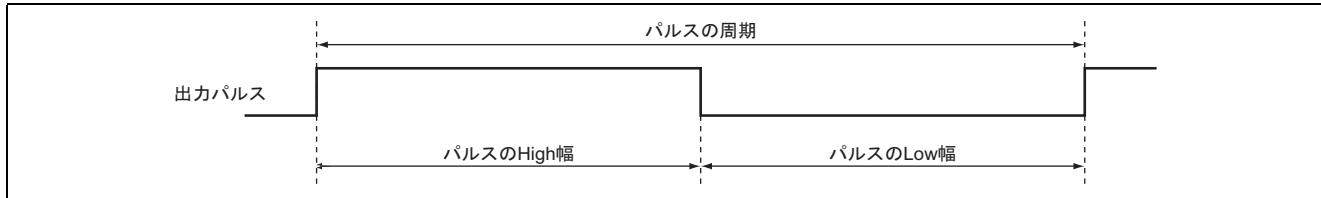

図 1 長周期パルス出力例
- (1) 図 1 に示すように 32 ビットカウンタ動作を行い、パルスの High 幅を変化させデューティ変化できる長周期パルスを出力します。
- (2) デューティは 0% ~ 100%まで、1 / 65535 の分解能で設定できます。
- (3) 20MHz 動作時、パルスの周期は 6.55ms から 214.7s まで 3.27ms 単位で設定可能です。